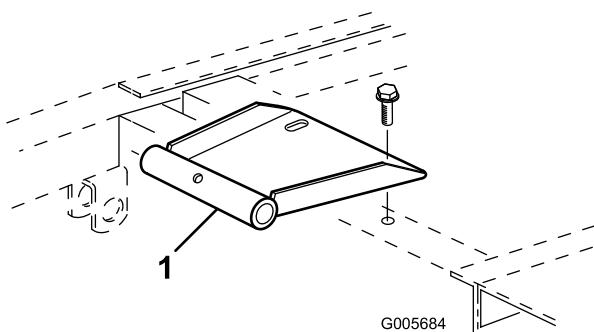

Figura 8
4. Monte o suporte articulado do banco na estrutura com 2 parafusos de flange fornecidos com o kit (Figura 8).